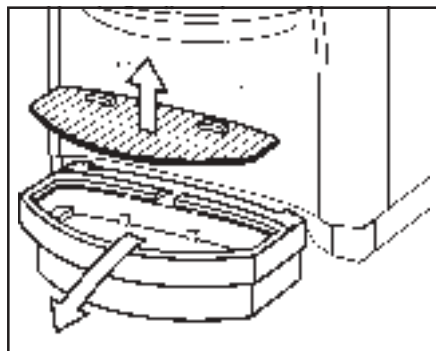

Fig. 7: Så tar man bort spillbrickan
1. Ta bort spillbrickan (se fig. 7).